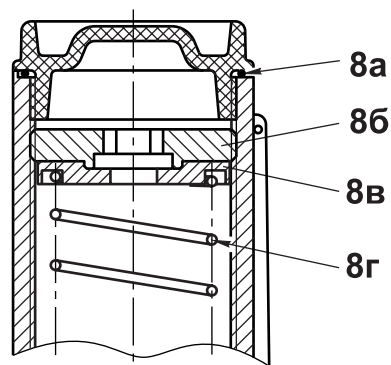

Рис. 8
4.5 Замена пружины регулятора должна производиться в следующем порядке (рис. 8):